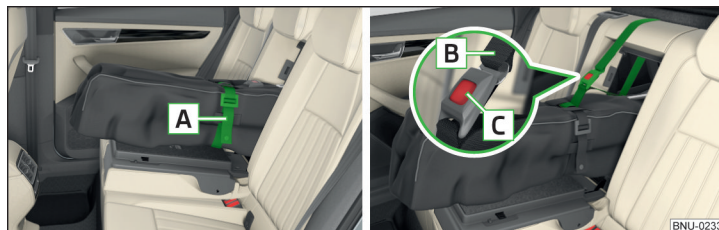

Fig. 124 Enfiler la sangle/fixer le sac
- Tirez sur l'extrémité libre de la sangle de serrage **A** pour la serrer **autour** des skis devant les fixations » fig. 124. La sangle doit être bien serrée autour des skis.